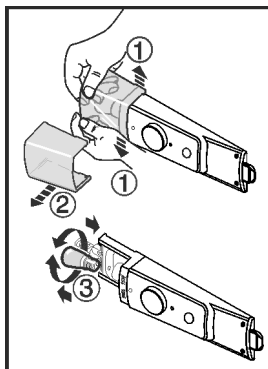

Fig. 10
- Osłonę żarówki, jak pokazane jest to na rysunku, wewnątrz, w przedniej części rozepchnąć Fig. 10 (1) i zdjąć ją w bok Fig. 10 (2).
- Wymienić żarówkę. Fig. 10 (3)